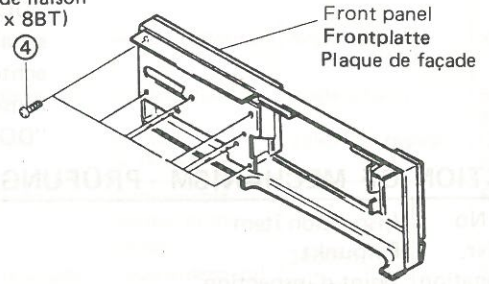

Fig. 4 Abb. 4
Remove 8 screws ④, after removing the front panel (Fig. 4).
Die 8 Schrauben ④ entfernen, nachdem die Frontplatte abgenommen wurde (Abb. 4).
Retirer les 8 vis ④ après avoir retiré la plaque de façade (Fig. 4).